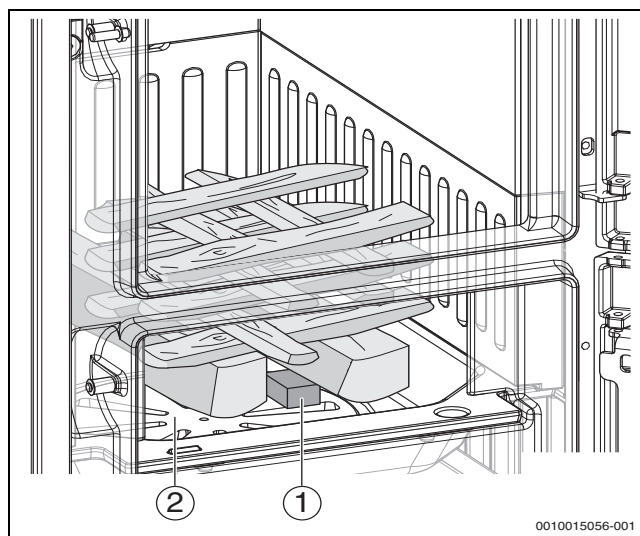

Bild 22 CO-armes Anheizen (Beispielbild)
- 2 Feuerwürfel (→ Bild 22, [1]) im vorderen Bereich auf den Feuerraumboden legen.